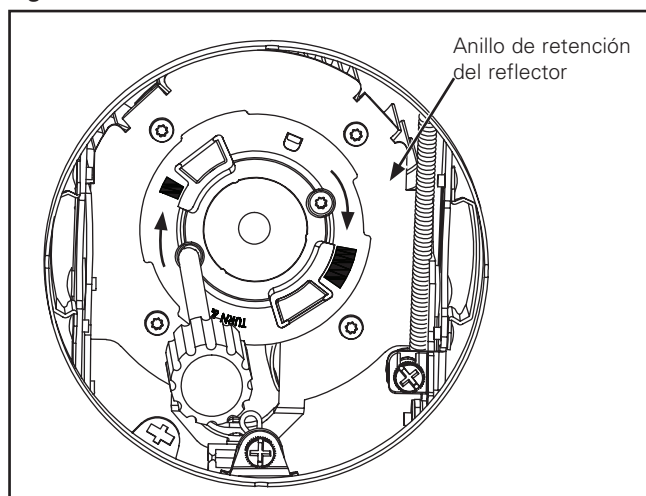

Figura 27.
2. Extraiga los dos tornillos M3 que sostienen el anillo de retención del reflector blanco (Figura 27.). Utilice un destornillador T-10 de cabeza Torx.